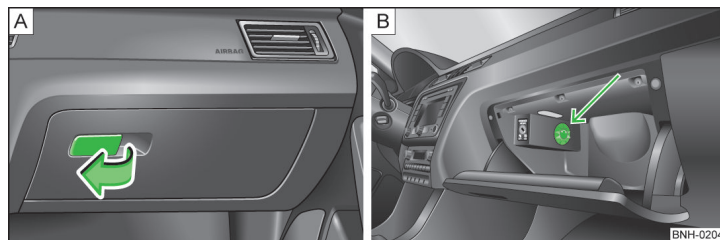

Fig. 69 Abrir compartimento guardaobjetos / manejar la entrada de aire
➤ Tirar del tirador de la tapa en el sentido de la flecha » fig. 69 - **A** y abatirla.
- Girando el conmutador giratorio » fig. 69 - **B** en el sentido contrario a las agujas del reloj hasta el tope se abre la entrada de aire.